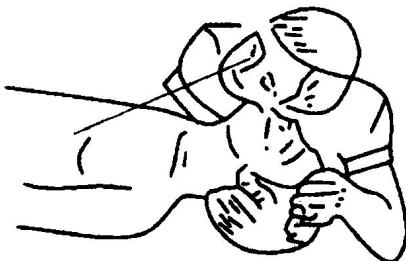

图 1-1-9 观察触电者胸部
③ 观察触电者有无呼吸存在,摸一摸颈部的颈动脉有无搏动,如图 1-1-9、图 1-1-10 所示。